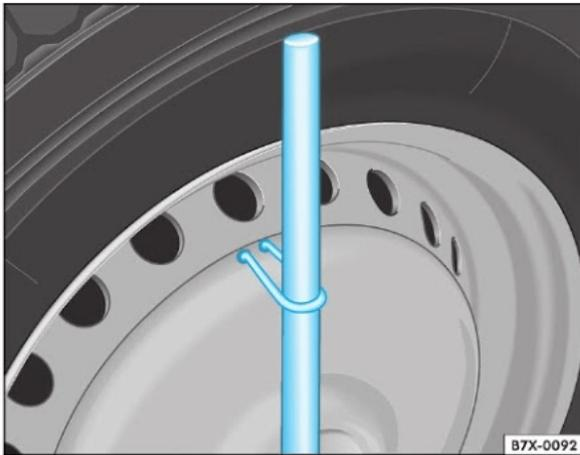

Fig. 79 Remoção da calota
- Insira as duas extremidades do grampo extrator numa das respectivas perfurações laterais na calota ⇒ fig. 79.